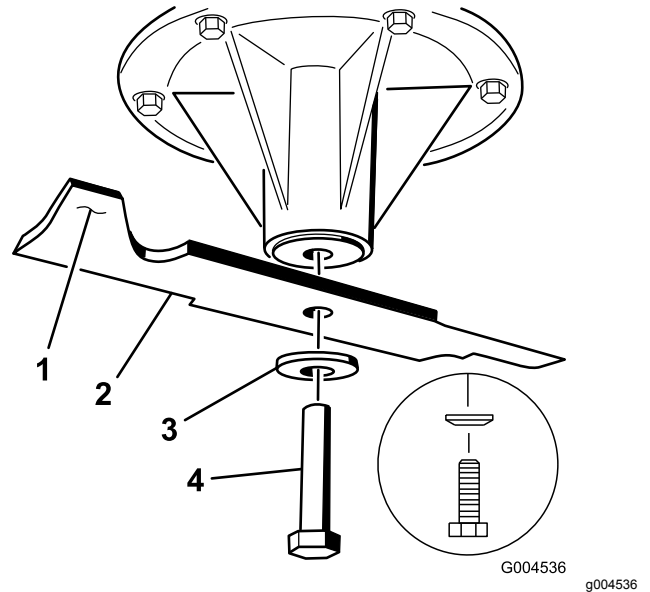

Figura 114
2. Retire del eje el perno de las cuchillas izquierda y central, la arandela curva y la cuchilla (Figura 114).
3. Retire del eje el perno de la cuchilla derecha (perno con rosca a izquierdas), la arandela curva y la cuchilla (Figura 114).
- Instale las cuchillas izquierda y central, las arandelas curvas y los pernos de las cuchillas en los ejes (Figura 114 y Figura 115).
Nota: Instale la arandela curva con el cono hacia la cabeza del perno (Figura 114).
- Instale la cuchilla derecha, la arandela curva y el perno de la cuchilla (perno con rosca a izquierdas) en el eje (Figura 114 y Figura 115).